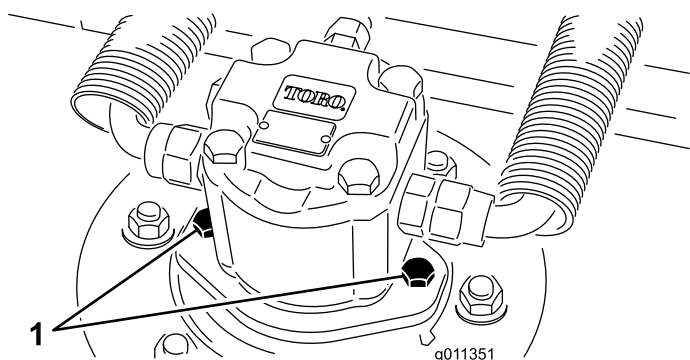

Figura 96
2. Scollegate e staccate il motore idraulico dall'apparato di taglio (Figura 96). Coprite la parte superiore del fusello per impedire che venga contaminato.
4. Montate il motore idraulico sul piatto di taglio (Figura 96). Verificate che l'O-ring sia in sede e non sia danneggiato.